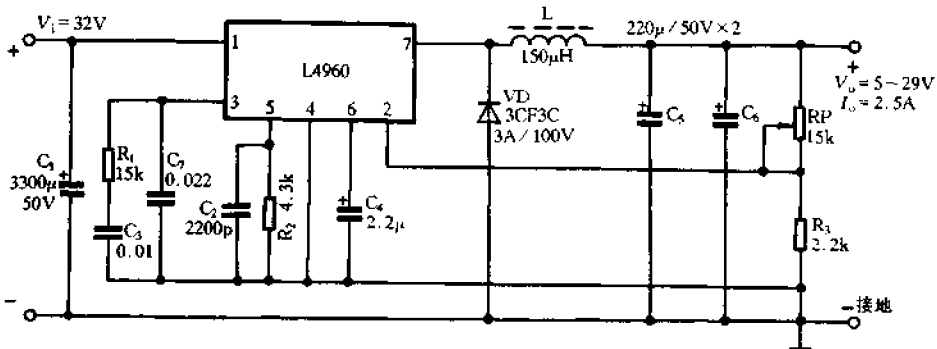

图 4-268 用 L4960 构成的稳压电路
现仍以 L4960 为例,介绍检测引脚电压和输出电压的具体方法。先按照图 4-268 所示的电路,用 L4960 制作一个稳压电源。注意,储能电感 L 是本电源制作成功与否的一个重要元件,它直接关系到稳压电源带负载能力的大小。L 要用  $\phi 0.7mm$  左右的高强度漆包线在  $\phi 22mm$  的铁氧体磁环上绕 55 匝。稳压电源制作完成后,即可进行通电测试。输入电压  $V_i$  取 32V。首先将 RP 的中点调至最上端,即相当于⑦脚与②脚相短接,用万用表 DC10V 挡逐个测量②、③、⑤、⑥、⑦脚对地(④脚)的电压值,应分别为 5V、1.2V、2.05V、4.9V、5V。然后,将万用表置于 DC50V 挡,红表笔接  $V_o$  端,黑表笔接地。在  $V_o$  端与地之间接上一只  $27\Omega/50W$  的电阻作为负载进行带载测试。调整 RP,输出电压应能在 5 ~ 29V 之间连续可调。检测操作时要注意,调节 RP 时要缓慢进行,以便于观察万用表所指示电压值的变化范围。